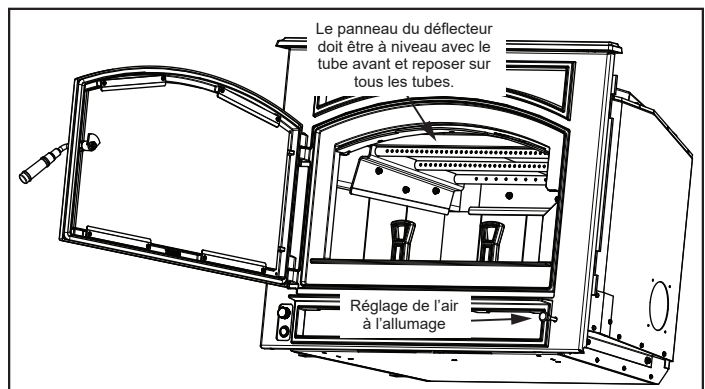
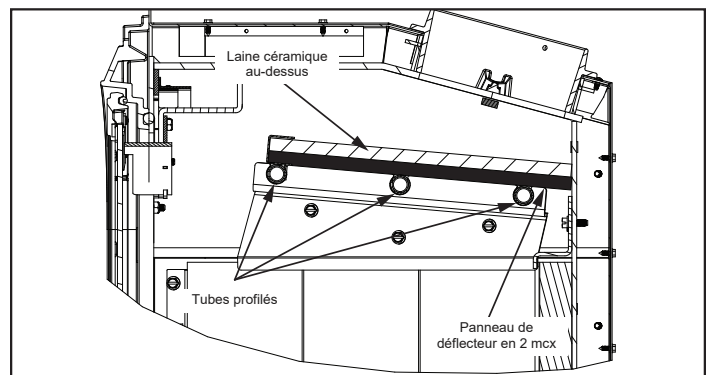

Figure 13.1
Figure 13.2
- Vérifiez que le déflecteur et la couverture en céramique sont correctement positionnés. Ils devraient toucher l'arrière de la boîte à feu et être fixés dans le canal de protection du déflecteur (**figure 13.1 et figure 13.2**).